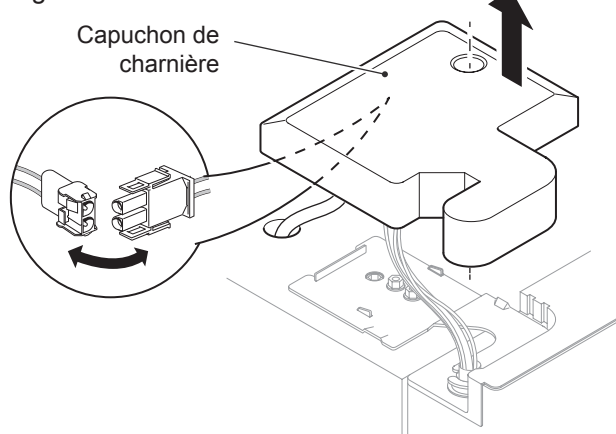

Fig. 4-6
2. Dévissez les vis de la charnière supérieure et retirez la charnière (fig. 4-6).